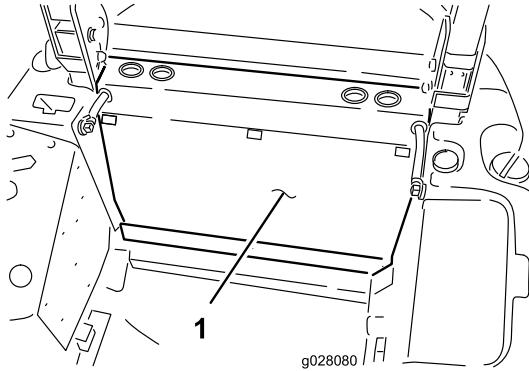

Figura 3
4. Retire los 3 cierres de apertura rápida que sujetan el panel trasero al bastidor, y retire el panel trasero (Figura 3).